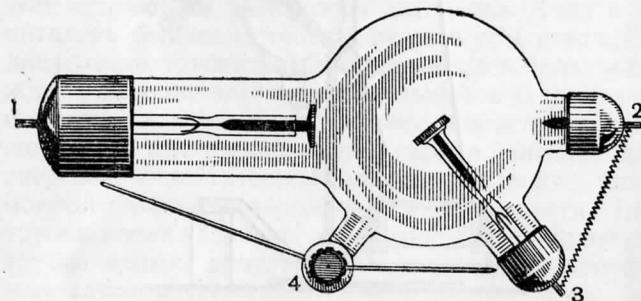

Рис. 1.
Трубка состоит из стеклянного баллона (рис. 1) со влажными в него деталями: катод (1) антикатод (2), вспомогательный анодный стержень (3) и регенератор (4).